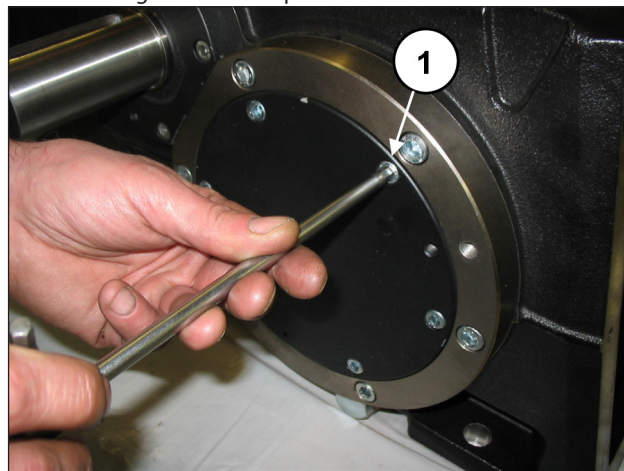

Fig. 10
Provvedere ora allo smontaggio dei due coperchi cuscinetto svitando le relative viti (pos. ①, Fig. 10).